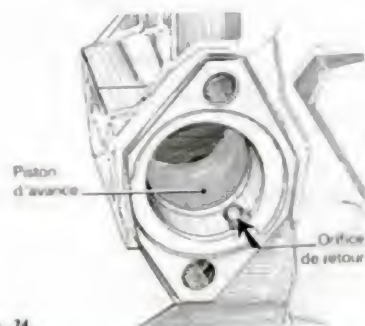

Fig. 24.
- « Coller » à la graisse le coulisseau dans le piston d'avance et introduire celui-ci dans le carter, la partie « creuse » étant dirigée vers l'orifice de retour (fig. 24).